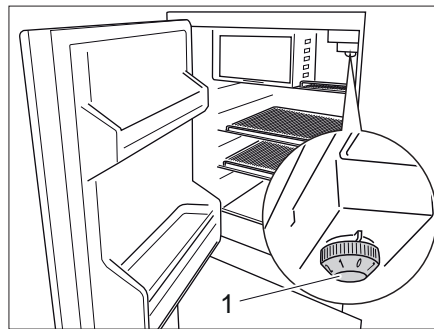

Fig. 229 Elementi di comando nel frigorifero
- Accensione: ■ Ruotare il regolatore della temperatura (Fig. 229,1) in senso orario. L'apparecchio è acceso.
- Spegnimento: ■ Portare il termoregolatore (Fig. 229,1) in posizione "0".
Regolare la temperatura: ■ Impostare la temperatura al termoregolatore (Fig. 229,1).